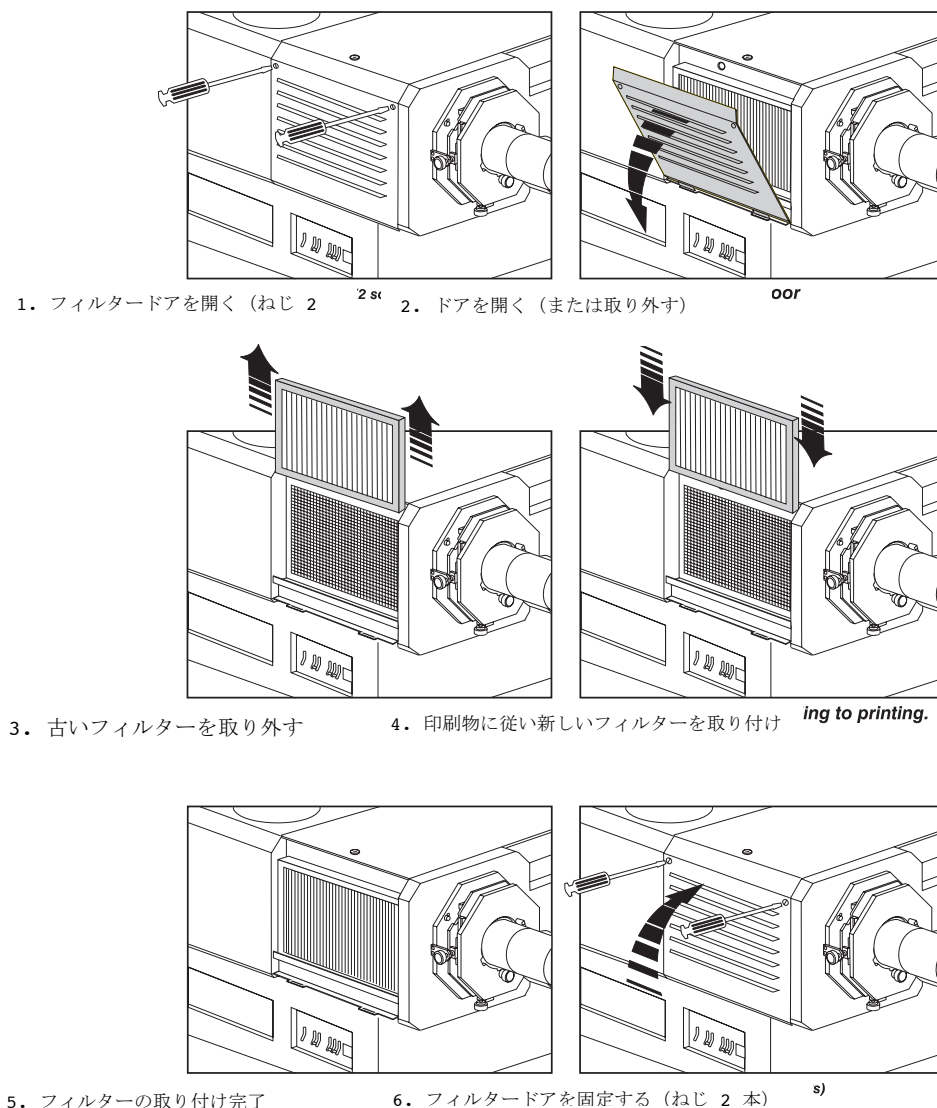

図 4.4 エアフィルターの交換
**フィルター交換手順** ▶ ランプモジュールを交換した場合は常に、またはプロジェクターをほこりが多い環境や汚い環境で運転する場合はより頻繁に、エアフィルターを交換します。**すべての場合において点検を毎月行ってください。**フィルターはプロジェクションヘッドの操作者側、前部付近に配置されています。図 4.4 を参照してください。